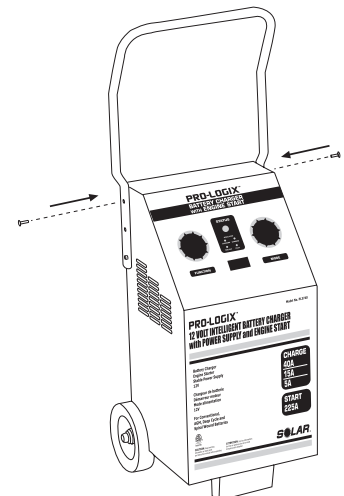

Figura 3. Fije el asa
4. Alinee los agujeros del asa con los agujeros de los tornillos laterales del cargador, de los que acaba de retirar los dos tornillos en el paso 2. Vuelva a enroscar los dos tornillos en sus orificios originales (Figura 3). Ajuste los cuatro tornillos de la manija para asegurarla en su lugar.